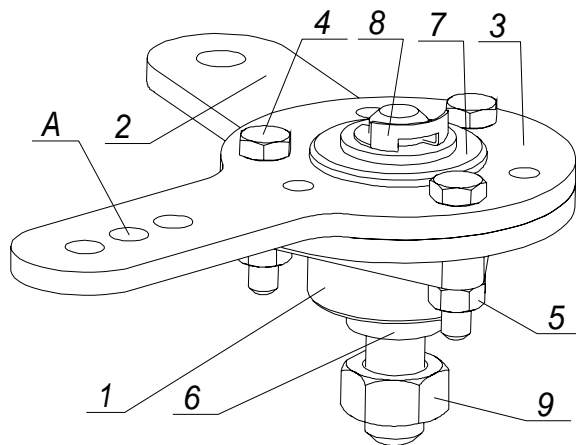

Рис. 4. Транслятор
1.4. Транслятор (рис. 4) предназначен для преобразования возвратно-поступательного движения сердечника троса выбора через реактивную тягу и рычаг в перемещение штока переключения передач.